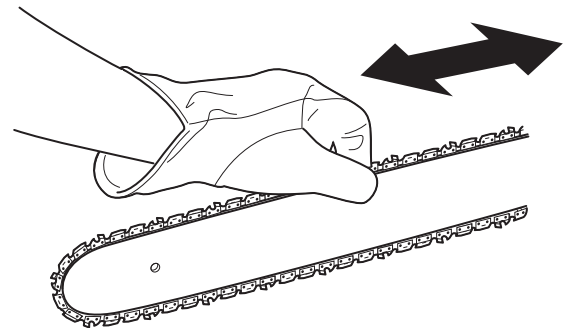

Fig. 34
3. Maintenez la pointe guide-chaîne vers le haut et déplacez la chaîne dans un mouvement de va-et-vient le long du guide-chaîne (Fig. 34). Assurez-vous que la chaîne se déplace librement et qu'elle s'engrène correctement avec le pignon. Si la chaîne ne bouge pas facilement, tournez lentement la vis du tendeur de la chaîne dans le sens antihoraire pour la desserrer.